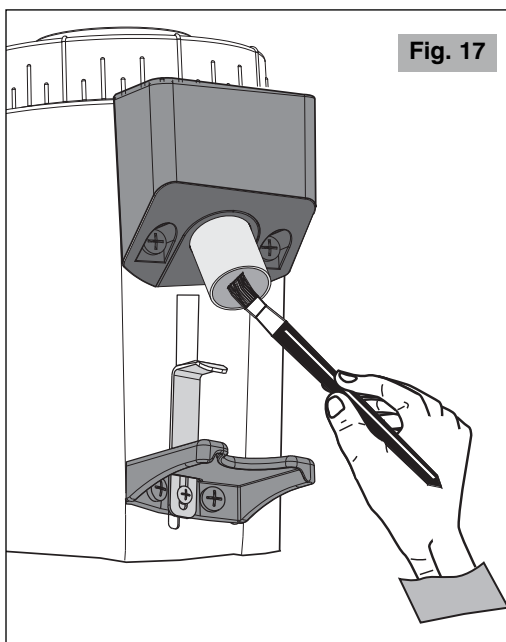

Fig. 17
- Utilizar un cepillo o un pincel (Fig. 17) para limpiar las zonas más escondidas en su interno o un paño seco para las otras superficies.